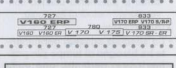

Fig. 4
- 3 Aplique la tira adhesiva S de referencia (fig. 4) luego de haber desengrasado la superficie, si fuese necesario. La tira debe ser aplicada longitudinalmente, con la línea A de referencia, en correspondencia con la sección del orificio E de la bañera.